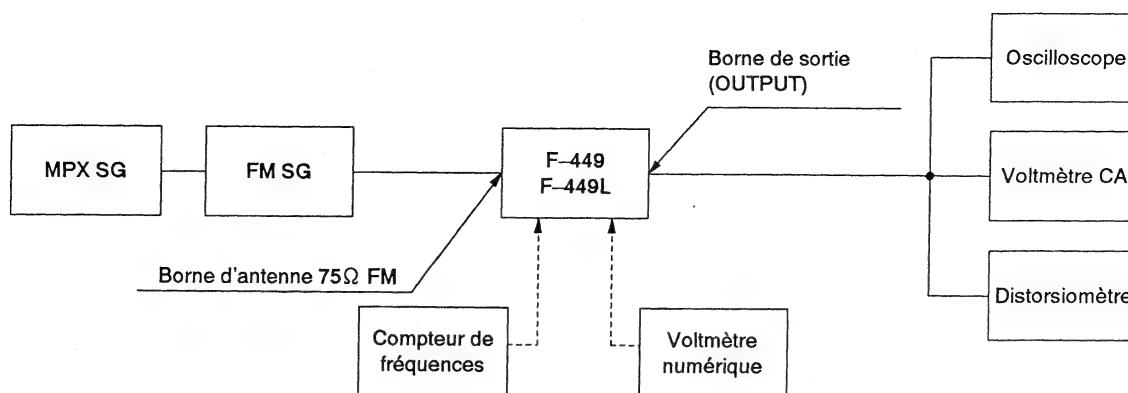

Fig. 6-1 Branchement du syntoniseur FM
- Conecte como indica la Fig. 6-1.